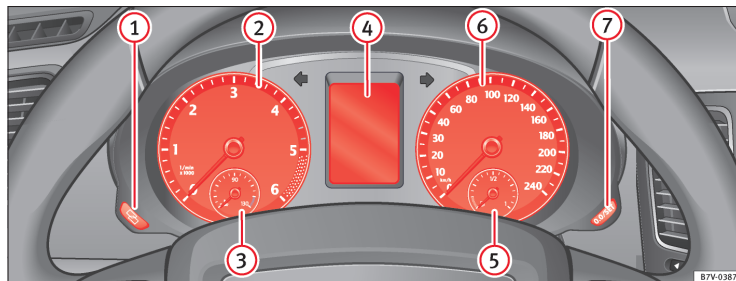

Fig. 35 Kombiinstrument i instrumentpanelet
Supplerende informationer vedr. instrumenterne ⇒ Fig. 35:
I kombiinstrumentets display ⇒ Fig. 35 ④ kan der alt efter bilens udstyr blive vist forskellige informationer:
Meddelelsen om tid til service vises i kombiinstrumentets display ⇒ Fig. 35 ④.